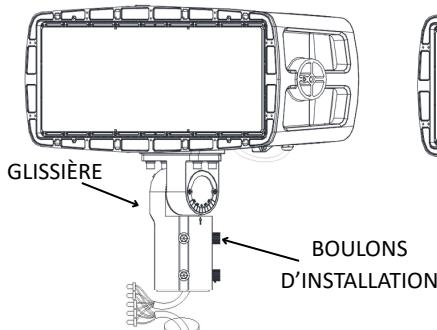

Fig. 4
2. Effectuer les raccords selon le schéma de câblage à la page 8 (figure 4).